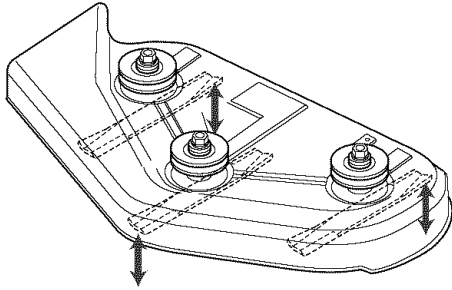

Figura 42. Orientar las Aspas de Adelante hacia Atrás
1. Gire las aspas de adelante hacia atrás como se muestra en la Figura 42. Mida la distancia del suelo a la punta delantera del aspa central, y del suelo a la punta trasera de las aspas izquierda y derecha (Figuras 39 y 42). Las puntas delanteras deben estar 1/8"-1/4" (3-6mm) más altas que las puntas traseras. Si no, proceda con el paso 2.